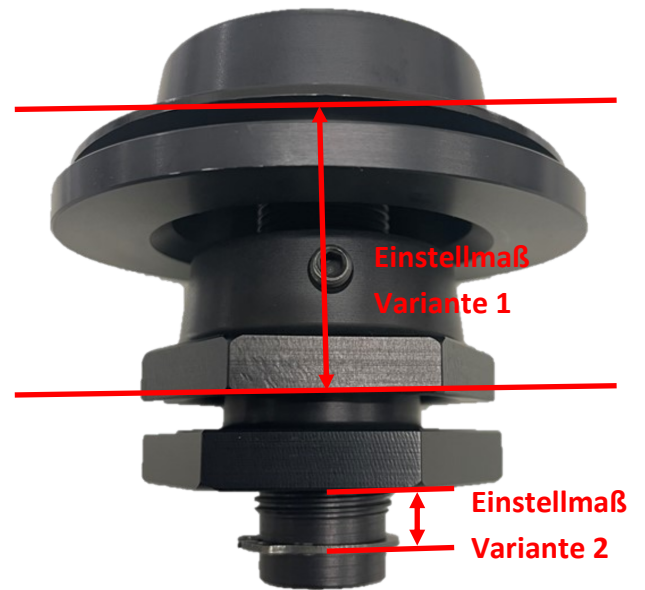

Abb. 2: HA Höhenverstellung Einstellmaß (Abbildung ähnlich)
- Das **Einstellmaß*** ist laut Teilegutachten zu überprüfen, **Abb. 2**.